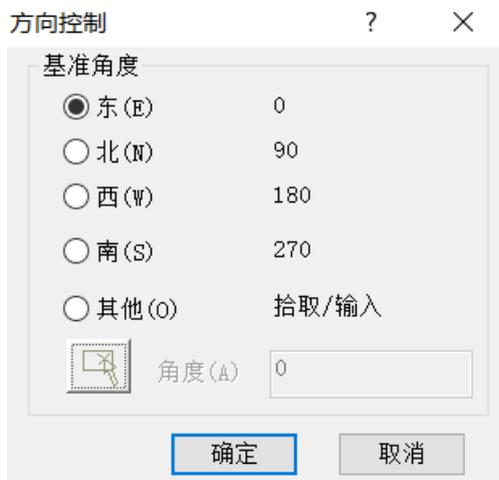

图 2-13 角度方向控制
**方向 (D)：**在图 2-12 中点击【方向 (D)】按钮，出现方向控制对话框，如图 2-13 所示，规定 0 度角的位置，例如，缺省时，0 度角在“东”或“3 点”的位置。